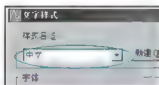

图 3.8 在【文字样式】对话框中设定当前字体样式 图 3.9 在【样式】工具栏内设定当前字体样式
(1) 将【文字】图层设置为当前层。
(2) 将当前字体样式设为中文样式。设定当前字体样式常用的方法有 3 种。
① 在【文字样式】对话框中设置:在【文字样式】对话框中的【样式名】文本框内,看到的字体名即为当前字体样式,如图 3.8 所示。